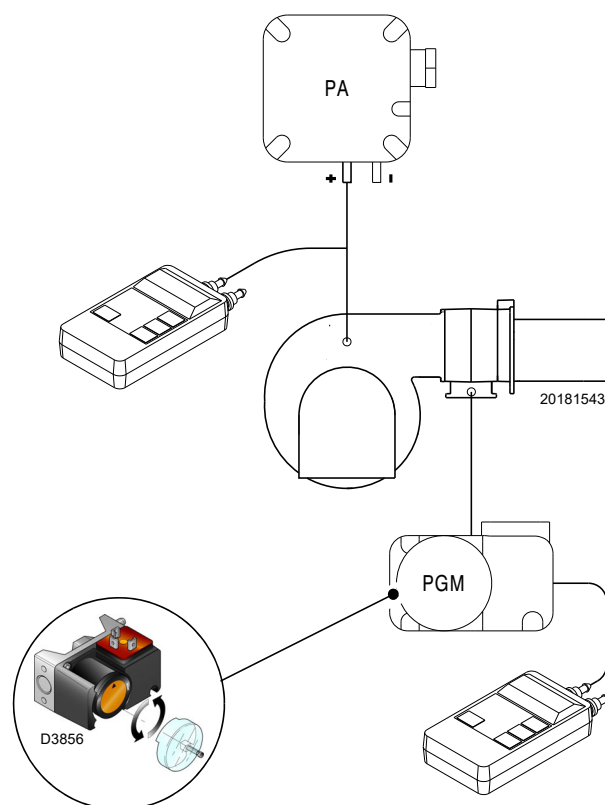

Fig. 30
- Reglați comutatorul de presiune maximă a gazului (Fig. 30 la pag. 35) la sfârșitul scalei.
Efectuați reglarea comutatorului de presiune maximă a gazului (Fig. 30) după efectuarea tuturor celorlalte reglaje ale arzătorului, cu comutatorul de presiune maximă a gazului setat la sfârșitul scării.